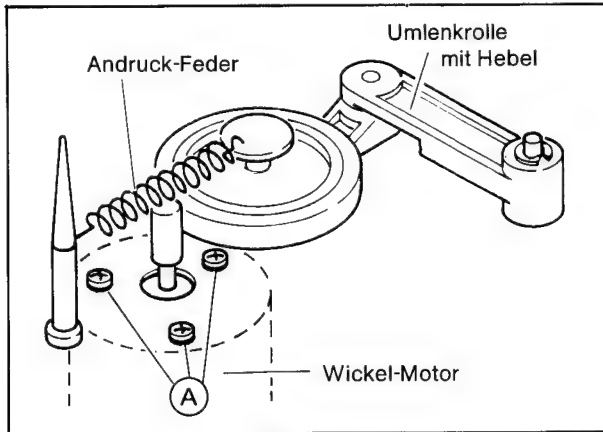

Bild 2-6
4. Die Schrauben A entfernen und Motor nach unten abnehmen (Bild 2-6). Spannband des Motors abschrauben.